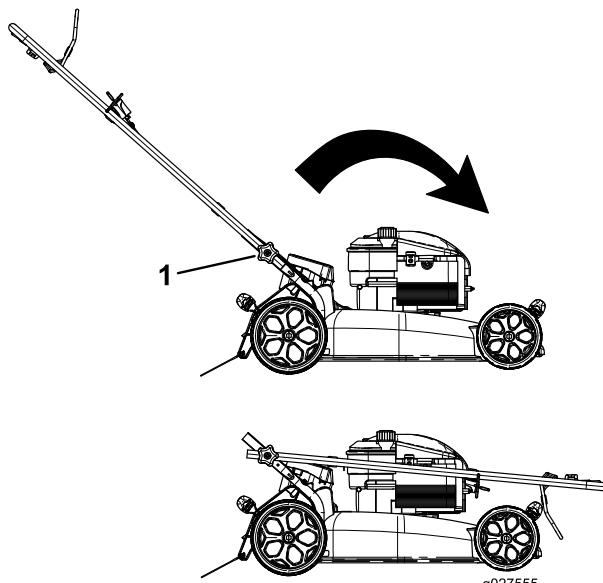

Bild 32
1. Lösen Sie die Holmhandräder, bis Sie den Holm ungehindert bewegen können (Bild 32).
1. Holmhandrad (2)
2. Schieben Sie den Holm nach vorne, siehe Bild 32.